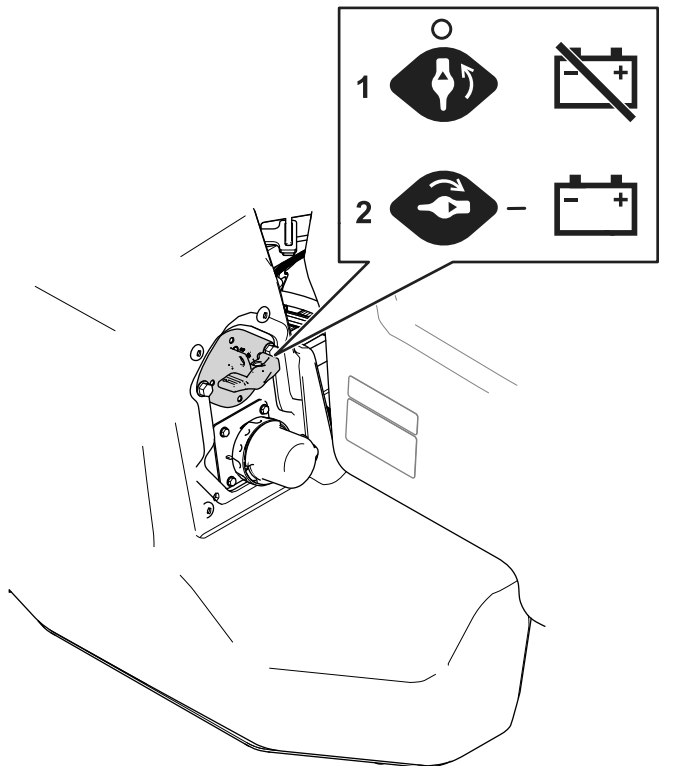

Bild 46
2. Bringen Sie den Trennschalter des Akkus in die gewünschte Position, wie in Bild 46 dargestellt.